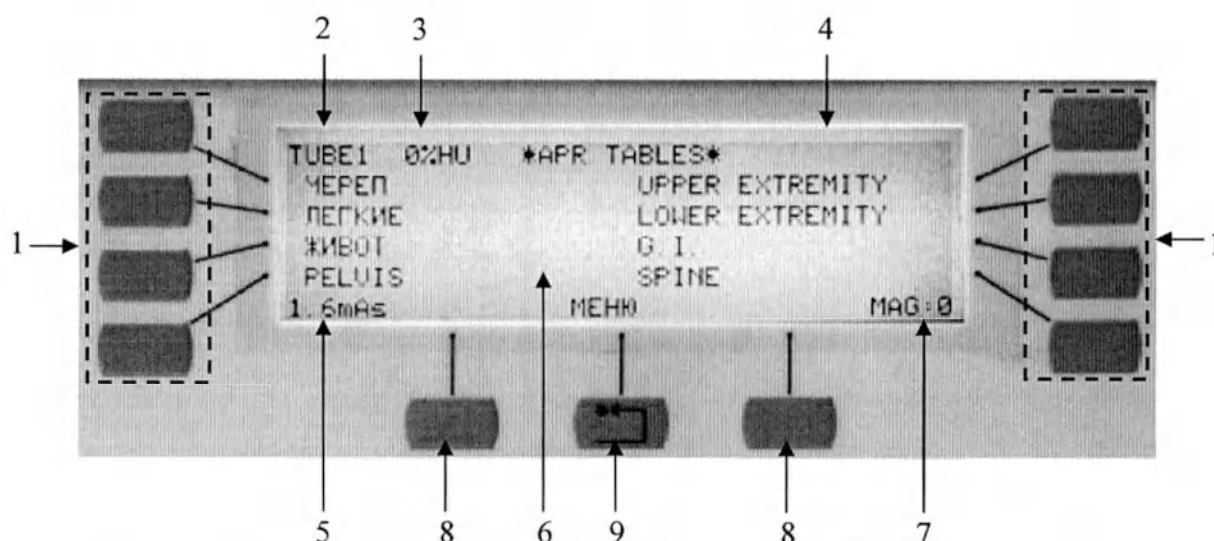

Рисунок 4.11 – Пульт управления в режиме органоавтоматики (вариант внешнего вида)
Информационный дисплей пульта управления в режиме АПР выглядит следующим образом (см. Рисунок 4.11):
Индикатор 2 (см. Рисунок 4.11, поз.2) отображает информацию об используемой на данный момент трубке. Используемая трубка программируется для выбранного приёмника сервисным инженером.
Индикатор 3 нагрева (термоиндикатор) анода %HU (см. Рисунок 4.11, поз.3) отображает степень нагрева анода выбранной рентгеновской трубки. Предупреждающее сообщение о нагреве анода будет отображено при достижении запрограммированного уровня, как правило, 80 %. Экспозиции, превышающие, как правило, значение 90 %, будут запрещены (это также программируется сервисным инженером).
Параметры mAs / mA / ms отображаются на индикаторе 5 (см. Рисунок 4.11, поз.5).
Дисплей состояния и сообщений оператору 6 (см. Рисунок 4.11, поз.6) показывает состояние комплекса, сообщения об ошибках, предупреждения.
1. Из главного меню АПР (см. Рисунок 4.11) нажмите кнопку, расположенную рядом с требуемой анатомической областью. Дисплей органаавтоматики (APR TABLES) покажет анатомические проекции в пределах этой области.